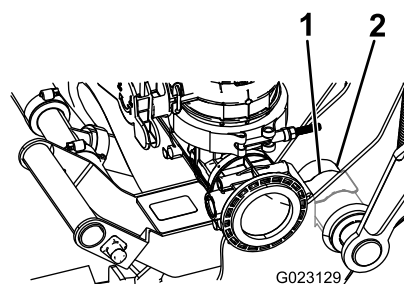

Рисунок 18
- D. Нажмите, чтобы хомут защелкнулся на поворотном корпусе, как показано на Рисунок 18.